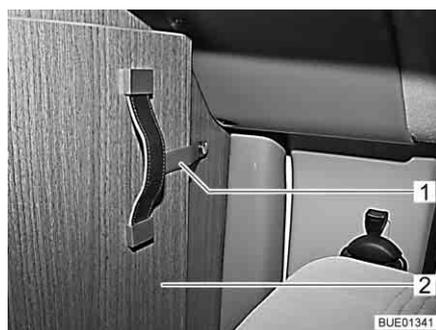

Fig. 41 Cinta de seguridad
- Soltar la cinta de seguridad (Fig. 41,1) de la parte plegable de la separación de la cabina del conductor (Fig. 41,2).